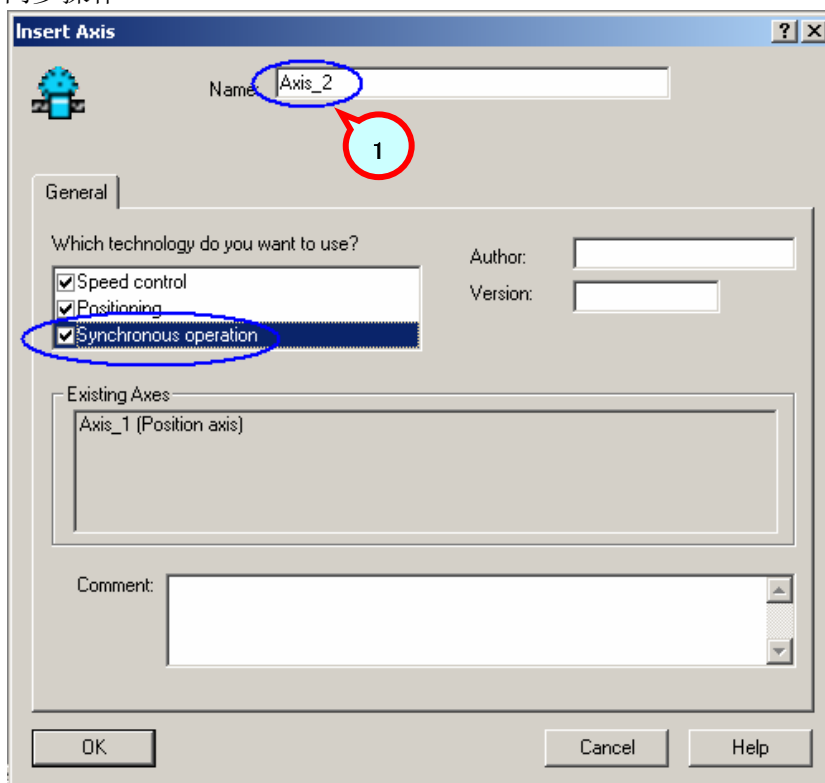

图. 17
2. 若需配置有同步操作要求的轴，见下面轴 2 (Aixs_02) 的组态。步骤同上，不同之处见图 17 至图 40。